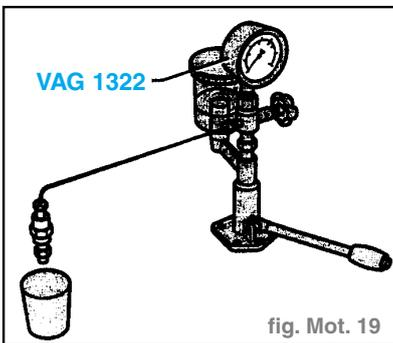

fig. Mot. 19
- Brancher l'injecteur sur le contrôleur d'injecteurs. (fig. Mot. 19)